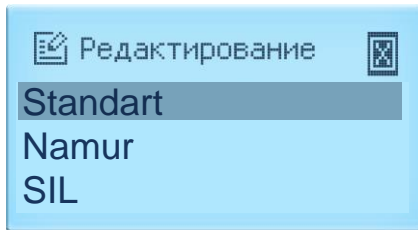

Рисунок 2.13 – Пример экрана «Редактирование»
2.4.4.2 Выбор значения параметра из списка возможных (рисунок 2.13) осуществляется с помощью кнопок управления ЭЛЕМЕР-РЭМ-2: